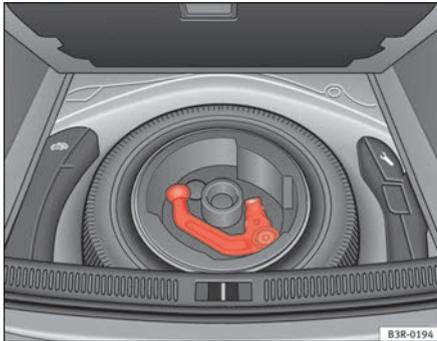

Abb. 148 Gepäckraum:
- Bei Fahrzeugen mit Reserverad ⇒ Abb. 148.